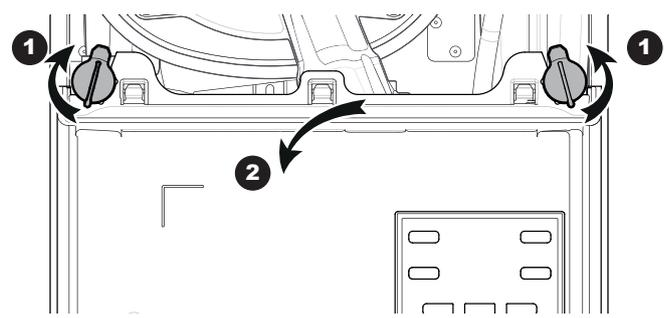

fig. 29 - Basculement du coffret électrique
- Pivoter le coffret électrique (fig. 29),